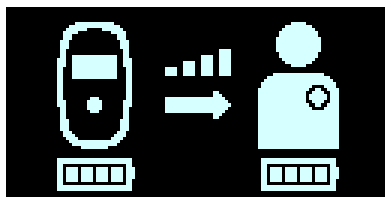

Figura 83: Schermata di stato di carica dell'IPG
5. Dopo che il download dei dati è stato completato, la schermata di modifica dello stato IPG è visualizzata dal caricatore Vesta. **Vedere Figura 83.**
7. La schermata di stato dell'IPG in carica (vedere **Figura 83**) continuerà a essere visualizzata mentre l'IPG OPTIMIZER Smart Mini viene caricato.